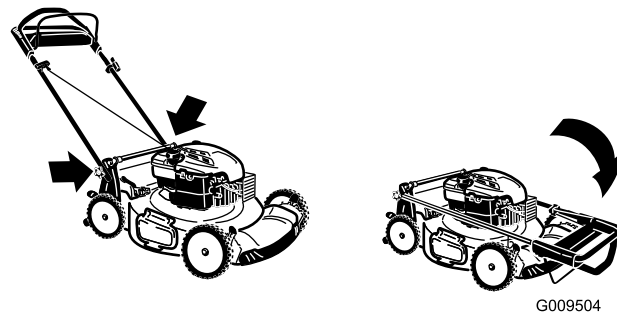

Рисунок 20
3. Поверните верхнюю рукоятку вперед, как показано на Рисунок 20.